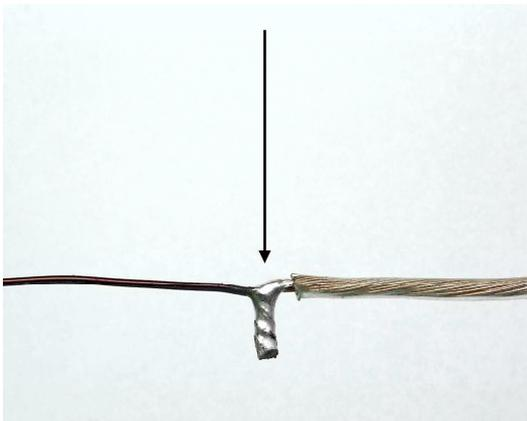
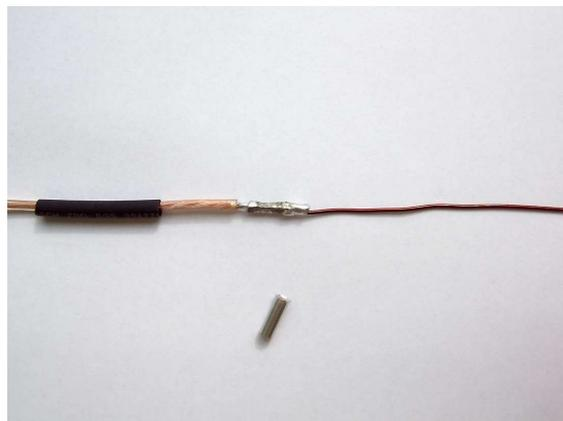
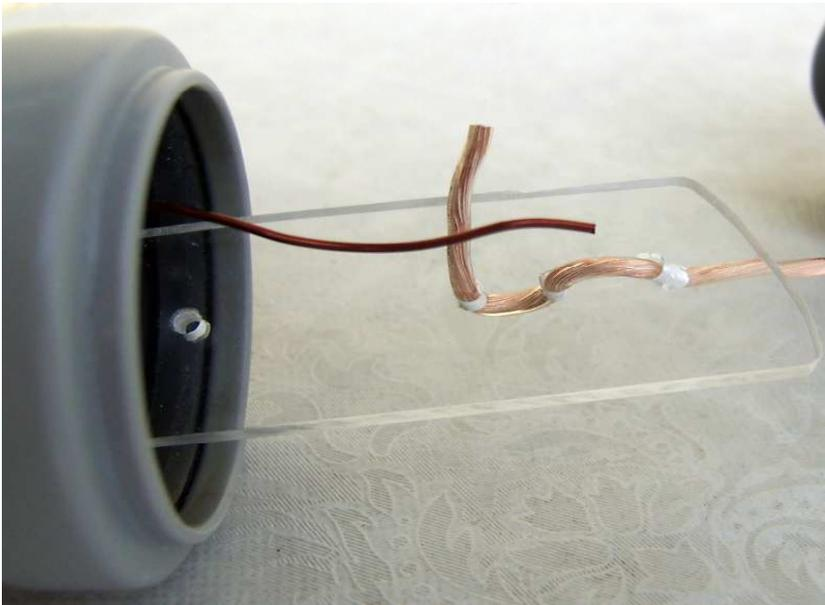

Abb.7
Abb.8
Abb.9:
- Es ist Windung neben Windung zu legen (einlagige Spule). Je am Ende der Wicklungsfläche (WL) wird ein 1,5 mm-Loch zum Durchführen des Drahtes gebohrt. Die Drähte Dr1 u. Dr2, aus der Zugentlastung kommend, werden innen mit den Spulenanschlüssen verdreht und dann möglichst verlötet. Dabei ist auf eine gute Lötverbindung gleich zu Beginn der Vergrillung zu achten. Der Pfeil in **Abb.7** zeigt auf diese Stelle.
Eine weitere Möglichkeit zum Verbinden der Drähte ist in **Abb.8** zu sehen. Dort wurden beide Drähte in eine Ader-Endhülse (blank, Elektrobedarf) gesteckt. Die Endhülse wurde dann mit einer Zange zusammen gekniffen und an beiden Seiten verlötet. Eine zweite Endhülse liegt unten in **Abb.8** zur Ansicht. Zum Schutz wird dann der im Bild erkennbare schwarze Schrumpfschlauch darüber geschoben und mit Heißluft geschrumpft. Ein Umwickeln der Lötstelle mit wetterfestem Isolierband reicht aber auch aus.
Die beiden Drähte werden, so wie sie in der **Abb.9** zu sehen sind, anschließend abisoliert, mit einander verdrillt und dann verlötet. (siehe **Abb.7** u. **Abb.8**) Danach wird die Zugentlastung in die Spule hinein geschoben und die Deckel geschlossen. Die Zugentlastung dient wirklich nur dazu die Zugkräfte zwischen dem Draht 1 (Dr 1) und dem Draht 2 (Dr 2) von der jeweiligen Spule fern zu halten. Es darf sich möglichst keine Kapazität zwischen den beiden Spulenanschlüssen herausbilden. Die beiden Anschlussdrähte der Spule müssen möglichst weit von einander entfernt bleiben! Das schlimmste was man machen kann, ist die beiden Spulenanschlussdrähte der Spule miteinander zu verdrillen. Mechanisch kann man die Zugentlastung unter den genannten Bedingungen bestimmt auch noch anders aufbauen.
- Bei blanken Antennendrähten geht das ohne Probleme. Den Draht (ca.2m) einfach zurückschlagen und mit Dr2 eng verbinden so das er elektrisch als ein Draht wirkt. Isolierter Antennendraht ist um vier Finger aufzuwickeln und mit Kabelbinder ganz eng an das Ende von Dr2 zu binden. Wird der 160m-Zusatz nachträglich angebaut, dann möglichst Dr2 mit Dr7 wie in **Abb.8** verlöten und die Zugkräfte mit einer Zugentlastung von der Lötstelle fernhalten.